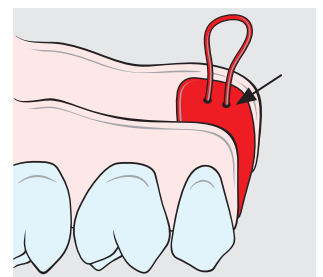

Fig. 7
a) Procédé d'élaboration lorsque la prise d'empreinte a été réalisée avec la partie femelle Mini-SG® existante et sans gaine de friction : Remplir avec précaution la partie femelle avec un matériau pour MPU / modèle, par exemple de l'époxy et intégrer une boucle en fil métallique comme moyen de rétention pour le plâtre (Fig. 7).
b) Procédé d'élaboration lorsque la prise d'empreinte a été réalisée avec la partie femelle Mini-SG® Tuning : Isoler les parois internes avec de la vaseline, remplir avec précaution la partie femelle avec un matériau pour MPU / modèle, par exemple de l'époxy et intégrer une boucle en fil métallique comme moyen de rétention pour le plâtre (Fig. 7).